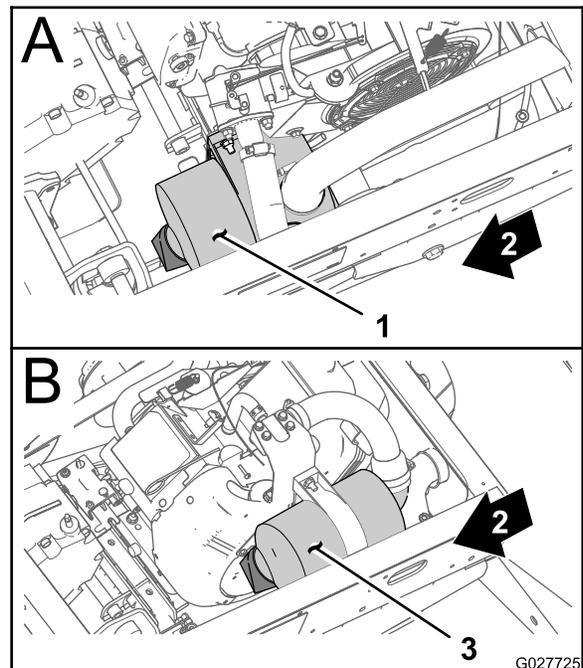
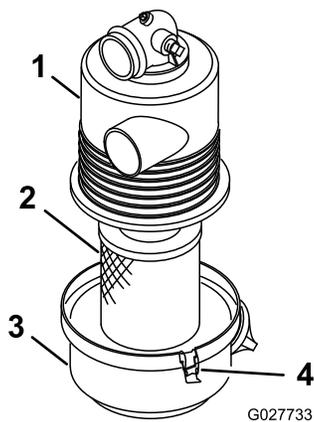

Figure 35
Figure 36
2. Vérifiez si le boîtier du filtre à air présente des dommages susceptibles d'occasionner des fuites d'air. Le couvercle doit être parfaitement ajusté sur le boîtier du filtre à air (Figure 35 et Figure 36).
- Desserrez les verrous qui fixent le couvercle sur le boîtier du filtre à air (Figure 36).
- Séparez le couvercle du boîtier du filtre à air et nettoyez l'intérieur du couvercle (Figure 36).
- Insérez l'élément filtrant dans le boîtier du filtre à air (Figure 36).
- Alignez le couvercle du filtre à air sur le boîtier du filtre à air (Figure 36).
- Fixez le couvercle au boîtier avec les verrous (Figure 36).